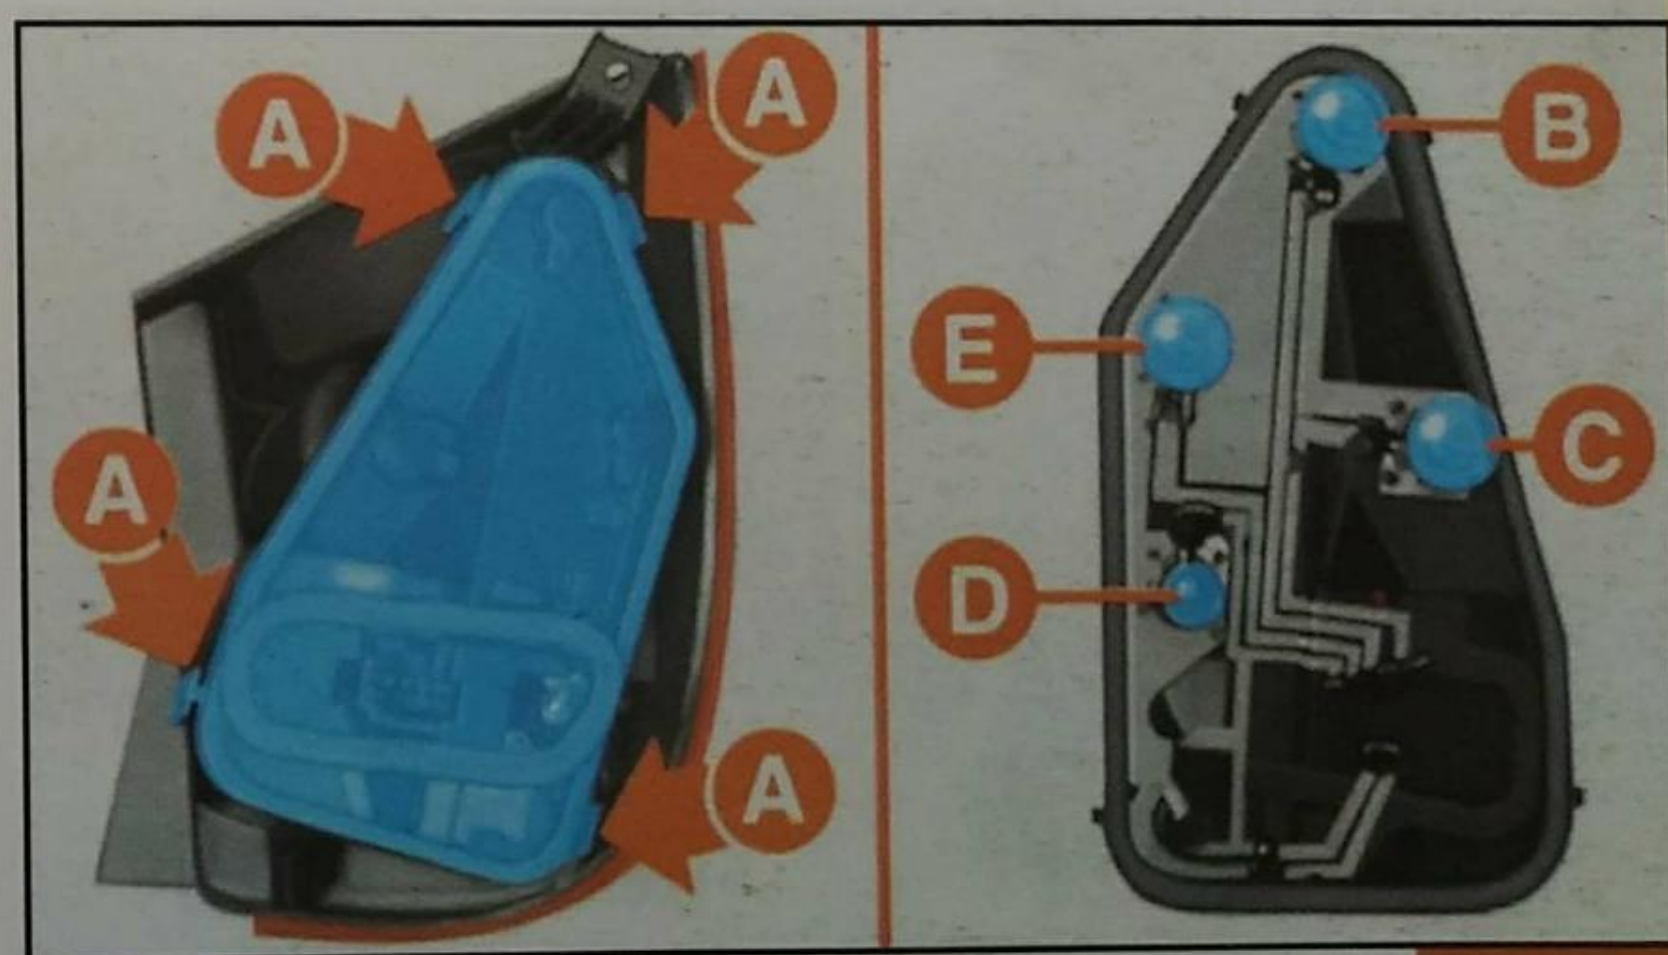

Fig. 21
3) Halar suavemente hacia afuera las orejas **A-fig. 21** de bloqueo del sócate y retirarlo del lugar.